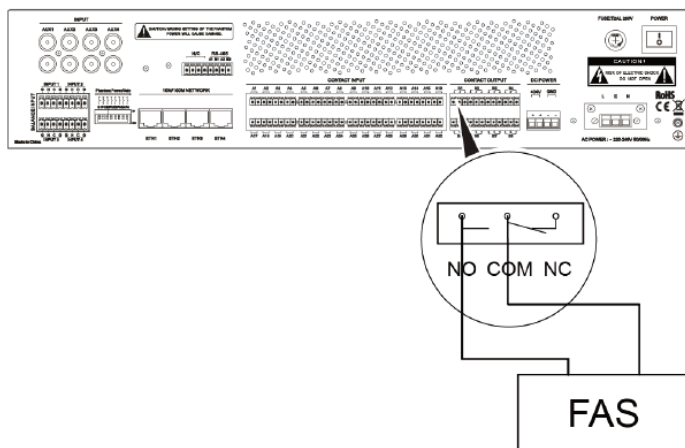

Figura 24 Diagrama esquemático del ZS-4328IO y del sistema de alarma de incendios Conexión
3. Conecte el sistema de alarma contra incendios. La Figura 24 es un diagrama esquemático de la conexión del ZS-4328IO y del sistema de alarma contra incendios.